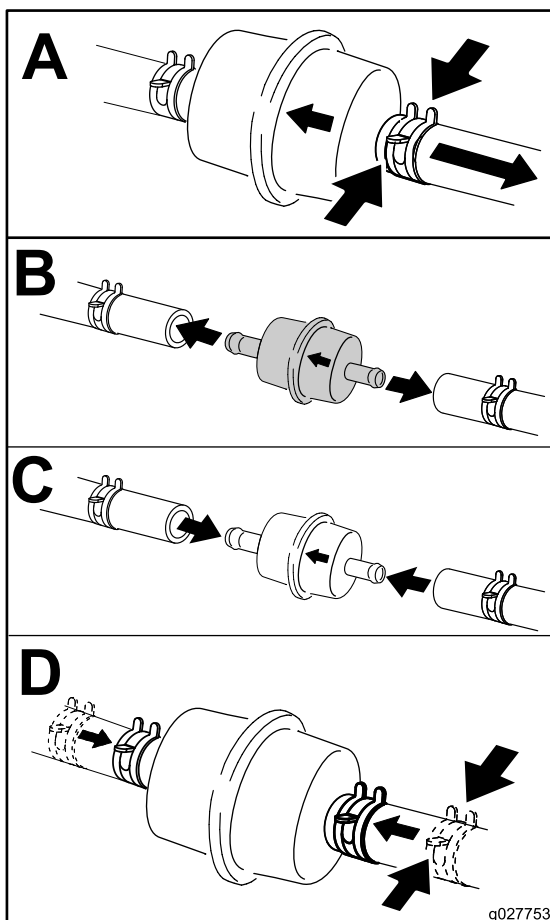

Figure 43
3. Remplacez le filtre à carburant comme montré à la Figure 43.